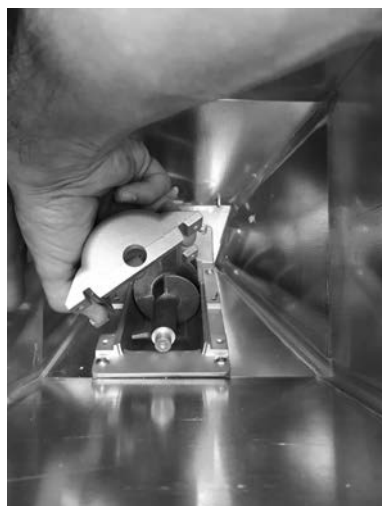

Fig. 79 - Verwijdering van het omhulsel
- Verwijder het omhulsel (zie **Fig. 79**).